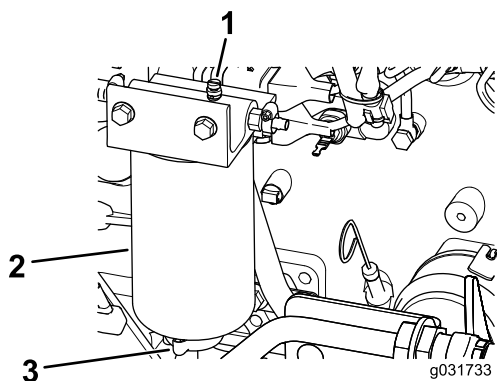

Figura 105
2. Allentate la valvola di spurgo situata nella parte inferiore del filtro (Figura 105).
2. Spurgate parte del carburante allentando il tappo di sfiato e aprendo la valvola di spurgo (Figura 105).